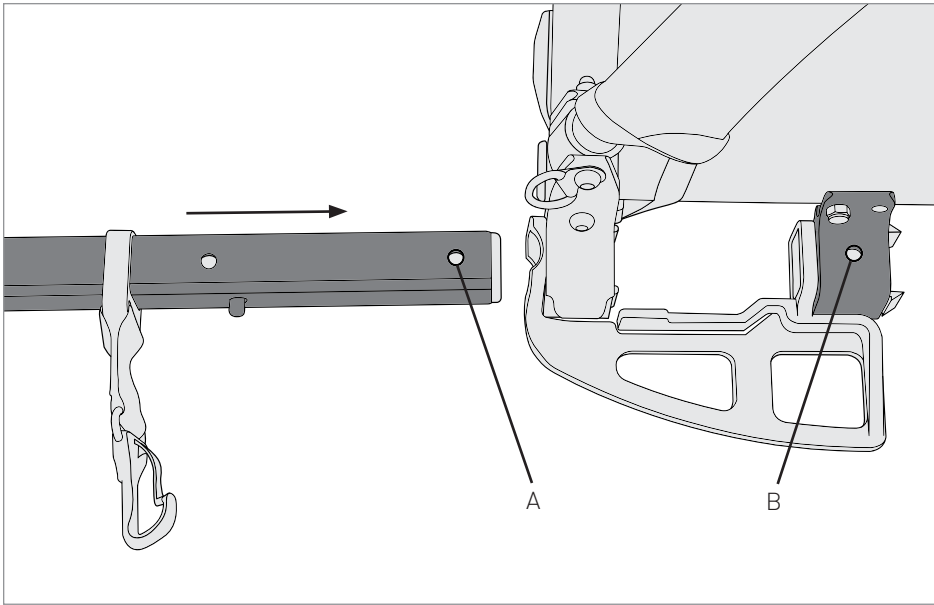

Figure 7
1. Slide the tow bar into the tow bar receivers until hole A is aligned with hole B (Figure 7). The red safety strap bracket should be flush with the front of the tow bar mount.
1. Faites glisser la barre de remorquage dans le récepteur jusqu'à ce que l'orifice A s'aligne sur l'orifice B (Figure 7). Le support de la sangle de sécurité rouge doit être aligné avec l'avant du récepteur de la barre de remorquage, ce qui indique que la barre de remorquage est totalement engagée.